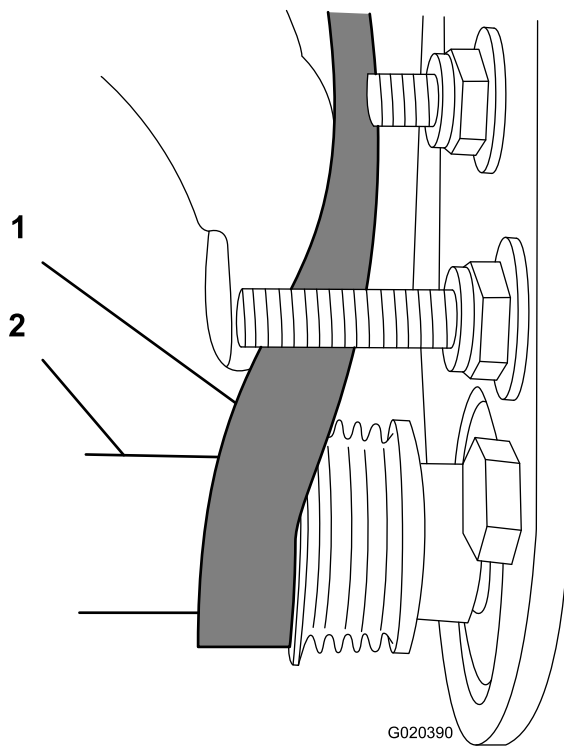

図 26
C. 深穴ソケット $9/16$ " を使って、ブラシアセンブリを回転させながら、ベルトを受動プーリに掛けまわす 図 26。